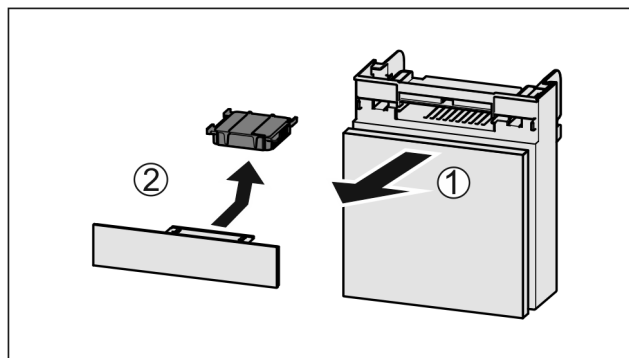

Fig. 83
- ▶ Vyťahnite zásuvku smerom dopredu Fig. 83 (1).
- ▶ Vyberte aktívny uhlíkový filter Fig. 83 (2).